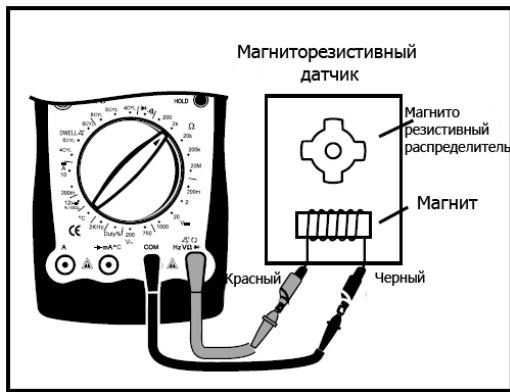

Рис.18
4. Тестирование магниторезистивного датчика (См. рис. 18)